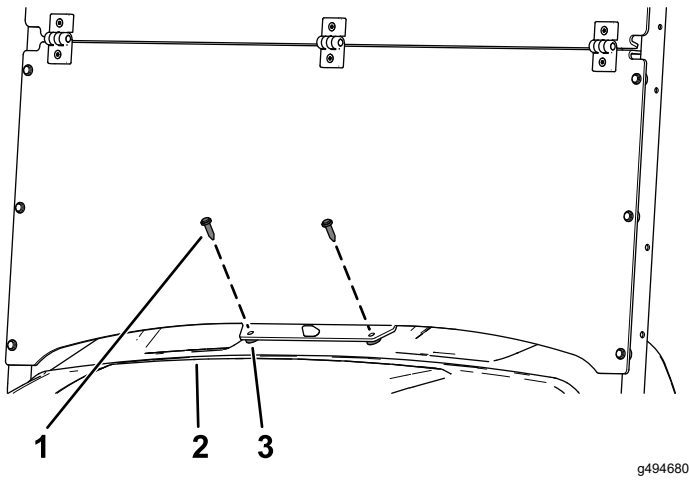

Figure 10
- Fixez le bas de la partie inférieure du pare-brise à la planche de bord à l'aide de 2 entretoises en plastique et 2 longs rivets en plastique (Figure 10).